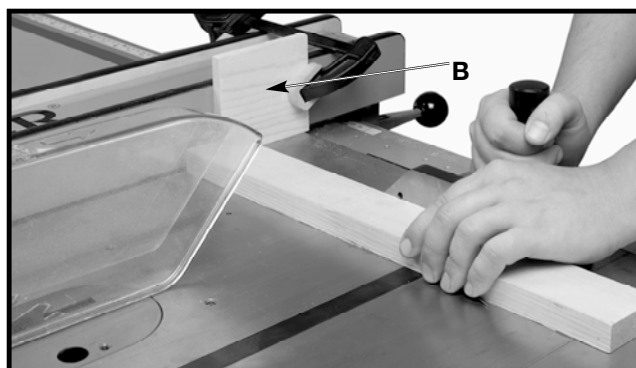

Fig. 45A
Pour tronçonner plusieurs pièces de même longueur, fixer un bloc de bois (B) fig. 45A sur le guide et l'utiliser comme jauge de coupe. Il est important de toujours positionner ce bloc de bois devant la lame de la scie comme indiqué. Après avoir déterminé la longueur de coupe, fixer solidement le guide et utiliser du guide d'onglet pour acheminer la pièce de coupe. Ce bloc de bois permet à la pièce coupée de se déplacer librement le long de la surface de la table sans se coincer entre le guide et la lame de la scie, ce qui réduit donc la possibilité d'effet de rebond et de blessure pour l'opérateur de la scie.
⚠ ATTENTION LORS DE L'UTILISATION DU BLOC (B) FIG. 45A, COMME JAUGE DE COUPE, IL EST TRÈS IMPORTANT DE POSITIONNER L'EXTRÉMITÉ ARRIÈRE DU BLOC DE SORTE QUE LA PIÈCE SOIT À L'ÉCART DU BLOC AVANT QU'ELLE N'ENTRE EN CONTACT AVEC LA SCIE.